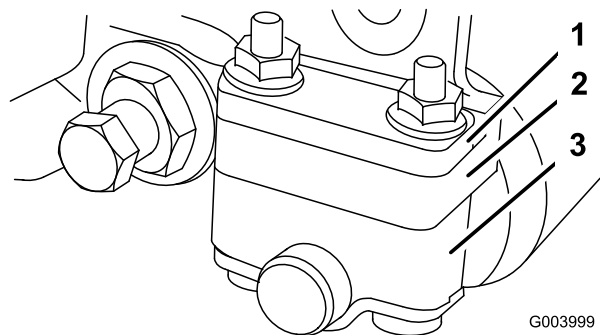
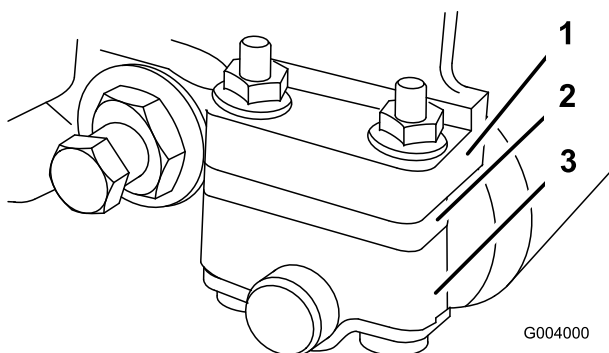

Figura 55
Figura 56
1. Regolate le staffe del rullo posteriore nella posizione superiore o inferiore, secondo il range di altezze di taglio preferito (Figura 55 e Figura 56).
- Con un range di altezze di taglio da 3 mm a 25 mm collocate il distanziale sotto la flangia di montaggio della piastra laterale (Figura 56).